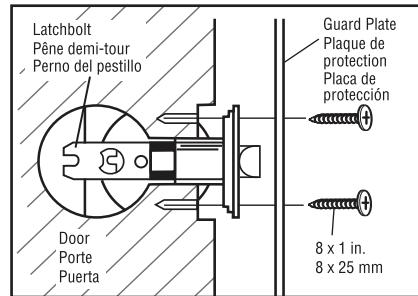

Fig. 3A
**Step 3: Option A.** For new door installation or added security where the door is undamaged and the wood around the latchbolt is solid, slip guardplate over the latchbolt and install combination thread no. 8 x 1 in. screws through the guardplate, through the latch faceplate, and into the door (**Fig. 3A**).
**Étape 3: Option A.** Pour l'installation d'une nouvelle porte ou pour rehausser la sécurité d'une porte non endommagée et dont le bois est demeuré solide autour du pêne demi-tour, glissez une plaque de protection sur le pêne demi-tour et insérez des vis à filetage combiné n° 8 de 1 po à travers la plaque de protection et la tête du verrou, puis dans la porte (**Fig. 3A**).
**Paso 3: Opción A.** Para la instalación de una puerta nueva o para añadir seguridad donde la puerta no está dañada y la madera alrededor del perno del pestillo está sólida, deslice la placa de protección sobre el perno del pestillo e instale tornillos de combinación roscados No. 8 x 1" a través de la placa de protección y la placa frontal del pestillo, hasta llegar a la puerta (**Fig. 3A**).